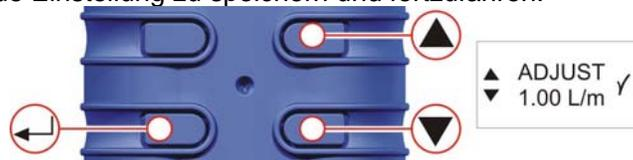

Abbildung 24 (niedriger Stellwert) Anzeige ändern
J. KALIBRIEREN DES NIEDRIGEN STELLWERTS (Abb. 24)